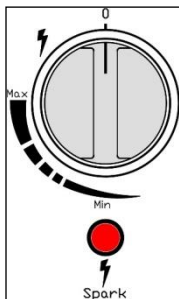

Figura 6
- tenendo la manopola in posizione, **premere il pulsante rosso di accensione** posto sotto la manopola stessa, **fino all'accensione del dispositivo pilota** (Figura 6)